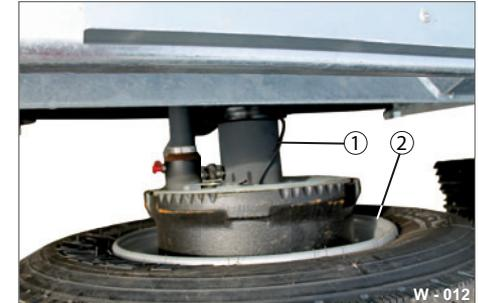

Abb. 38 Hebevorrichtung ansetzen
- ▶ Setzen Sie die Hebevorrichtung möglichst nach außen, im Bereich für Hebevorrichtung (Abb. 38/2), unter das Achsrohr (Abb. 38/1) an.